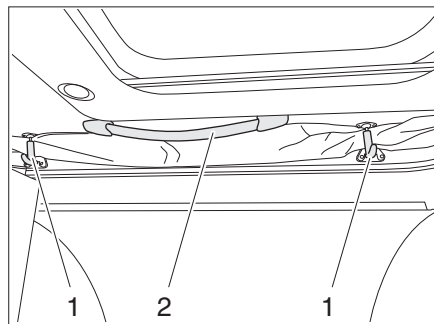

Fig. 55 Toit télescopique
- Desserrer les sécurités (Fig. 55,1) d'une légère traction.
- Pousser le toit télescopique vers le haut à l'aide des poignées (Fig. 55,2).
- Tirer le toit télescopique vers le bas à l'aide des poignées (Fig. 55,2).
- Tirer les sécurités (Fig. 55,1) légèrement vers le bas et les raccrocher.